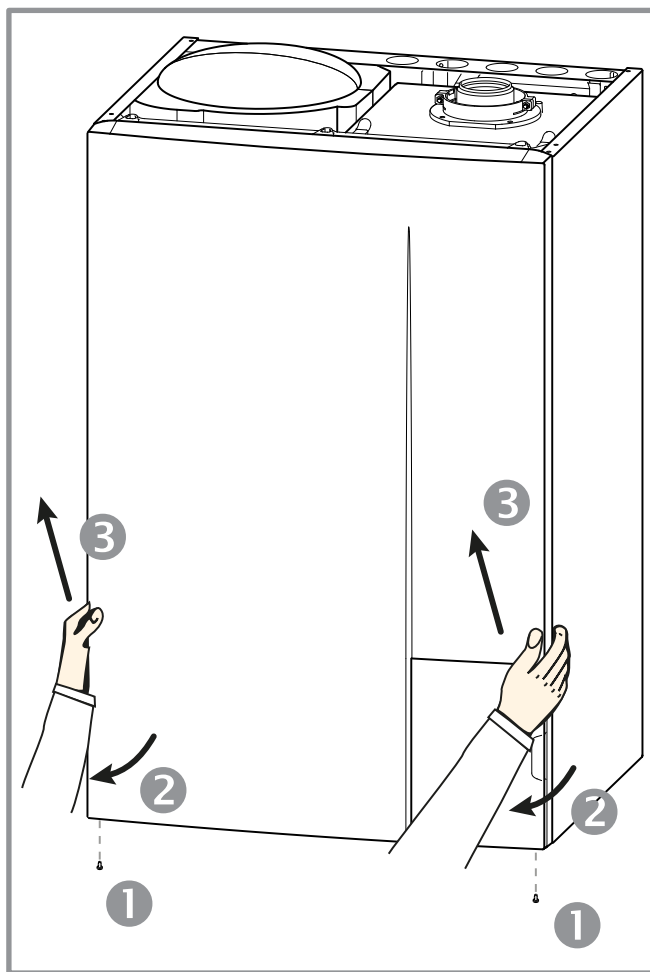

figura 30 - Desmontaje de la fachada
- Desmonte el panel delantero (figura 30, página 43).